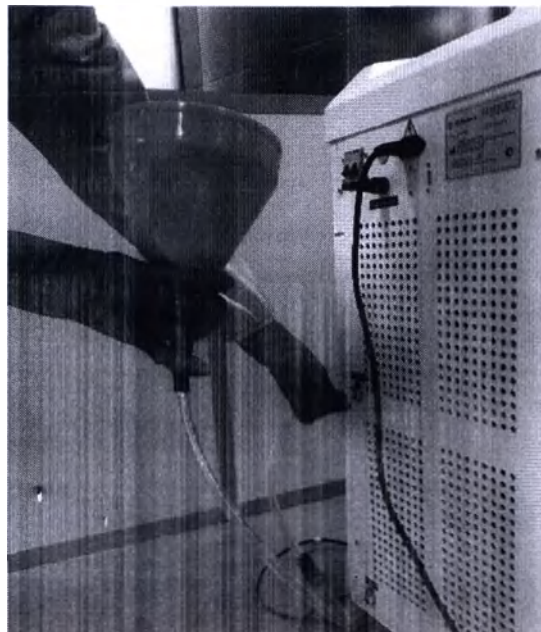

Рис.16.7 – Подсоединение воронки к Прибору
16.13. Для залива охлаждающей жидкости в Прибор необходимо соединить части шланга воронки (если требуется) и вставить в отверстие клапана «Залив» воронку со шлангом (рис.16.7) до упора. Если шланг вставлен не до упора, охлаждающая жидкость будет просачиваться через отверстие клапана и не поступать в систему охлаждения Прибора.